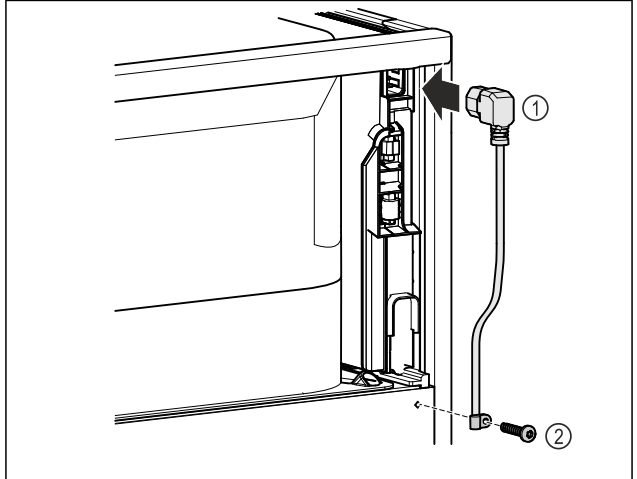

Fig. 7
- ▶ 插上冰箱背面电源线的冰箱插座 Fig. 7 (1)。
- ▶ 安装张力释放线扣。 Fig. 7 (2)